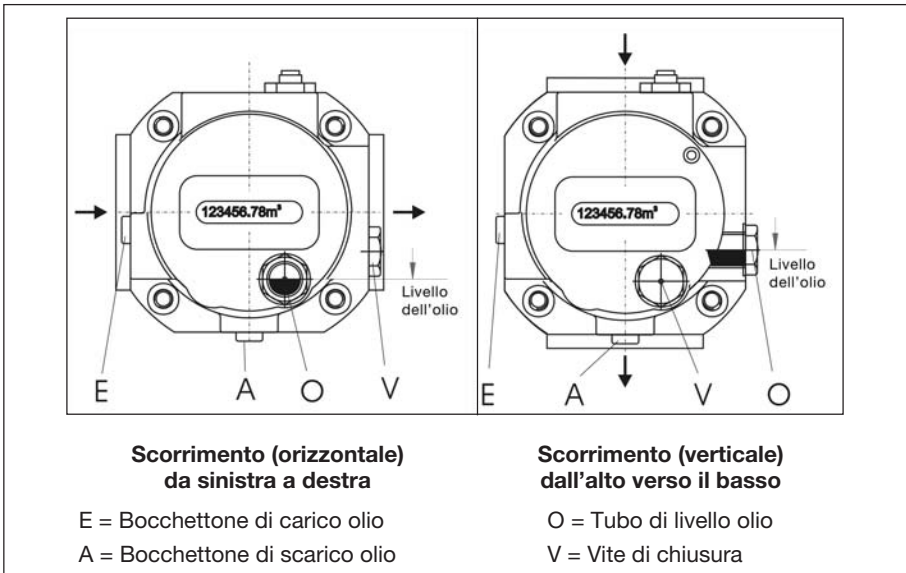

Figura 7: Posizione di montaggio orizzontale e verticale, riempimento olio e indicatore livello olio per **tipo RGV-ST**
- In caso di **scorrimento orizzontale** sono disponibili due aperture di carico dell'olio E o V. L'apertura di scarico A si trova nel punto più basso. Il tubo di livello O si trova sulla parte anteriore del contatore sotto al totalizzatore (Figura 7 a sinistra).
- In caso di **scorrimento verticale** è disponibile soltanto l'apertura di carico dell'olio E. L'apertura di scarico A si trova nel punto più basso. Il tubo di livello è sistemato a destra sul coperchio anteriore del corpo contatore (Figura 7 a destra).